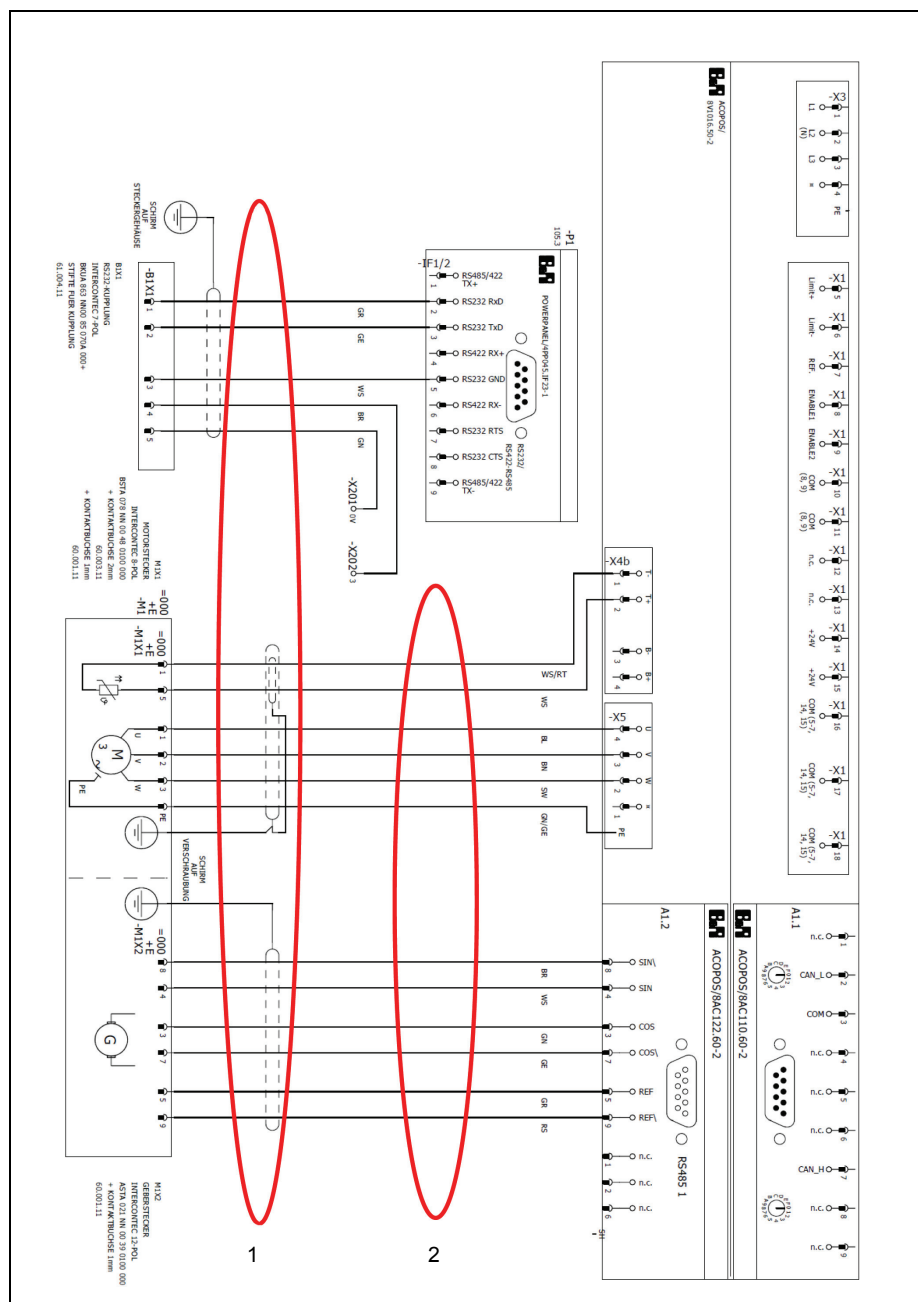

Figura 32 Schema elettrico – Cavo di collegamento per unità di comando
6. Collegare il nuovo cavo secondo lo schema elettrico (**Figura 32**).